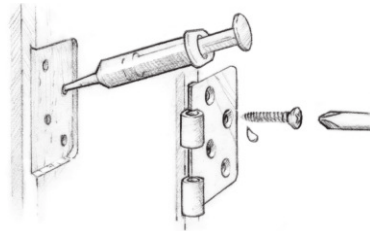

Figura 15 Impregne un orificio piloto estándar e instale el sujetador.
1. Impregne un agujero piloto de tamaño estándar. Trabaje bien la mezcla en el orificio con un limpiador tubo o jeringa (Figura 15). Espese una segunda capa de epóxico según sea necesario para agujeros reducidos o sobredimensionados.